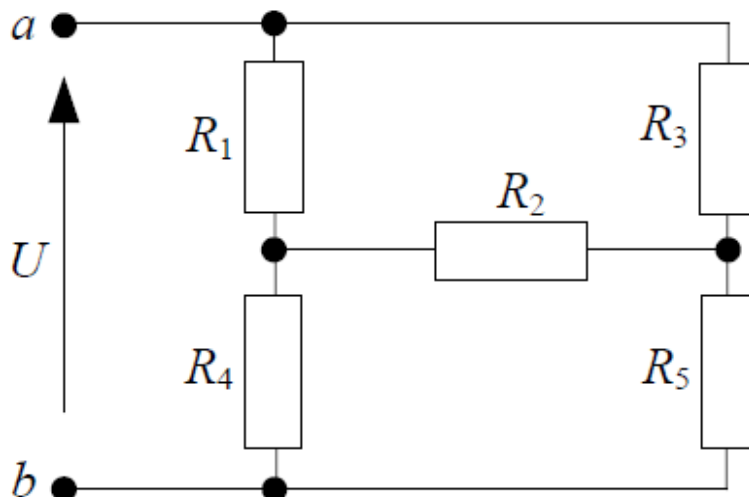

Рис. 20
2.10 Определить эквивалентное сопротивление R_{ab} пассивной цепи на рис. 20, если $R_1 = R_2 = R_3 = 3 \text{ Ом}$, $R_4 = R_5 = 3 \text{ Ом}$.